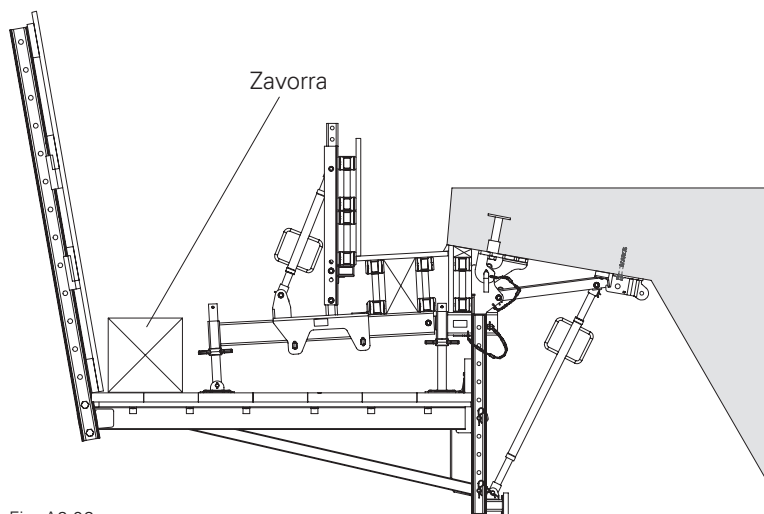

Fig. A2.06
- In caso di montaggio con chiusura perimetrale completa sono necessarie misure aggiuntive di messa in sicurezza, ad es. zavorra. (Fig. A2.06)